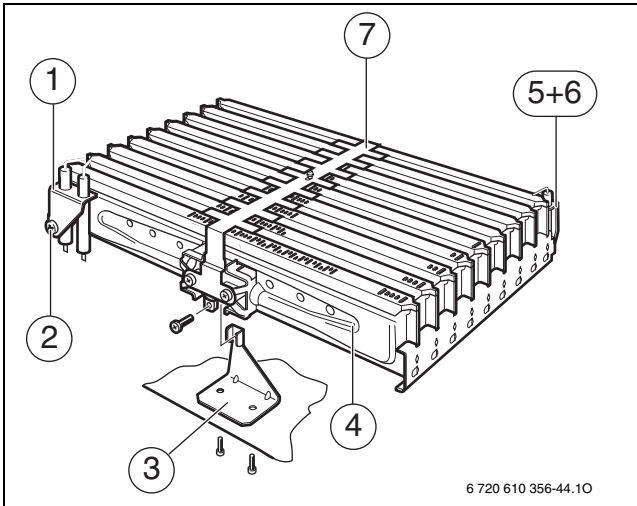

Fig. 34 Corp arzător
- ▶ Scoateți cu precauție conectorul electrodului de aprindere (→ fig. 34, [1]).